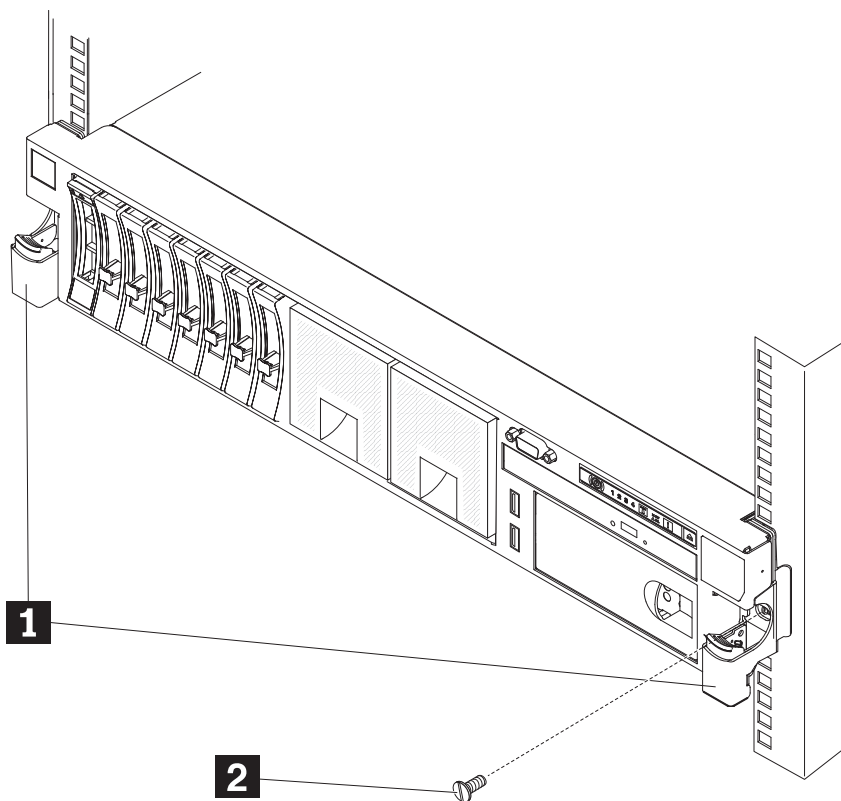

Figura 28. Instalando os parafusos frontais
9. Opcional: Instale os parafusos frontais, conforme mostrado na Figura 28 na página 34.